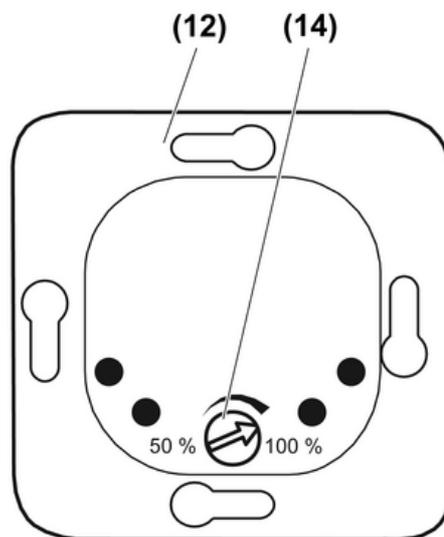

Figura 6
- Regolare il potenziometro (14) (figura 6).